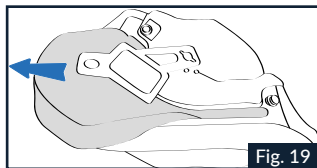

Fig. 19
2.2 Entfernen Sie das Schaumstoff-Innenfutter vorsichtig aus dem Polstergewebe der linken Wangenpolsterung (Abb.19).
5.1 Setzen Sie das Schaumstoff-Innenfutter vorsichtig in das Polstergewebe der linken Wangenpolsterung ein (Abb. 19). Sorgfältig die Polsterung auslegen und sicherstellen, dass sich keine Falten im Polstergewebe der Wangenpolsterung bilden.